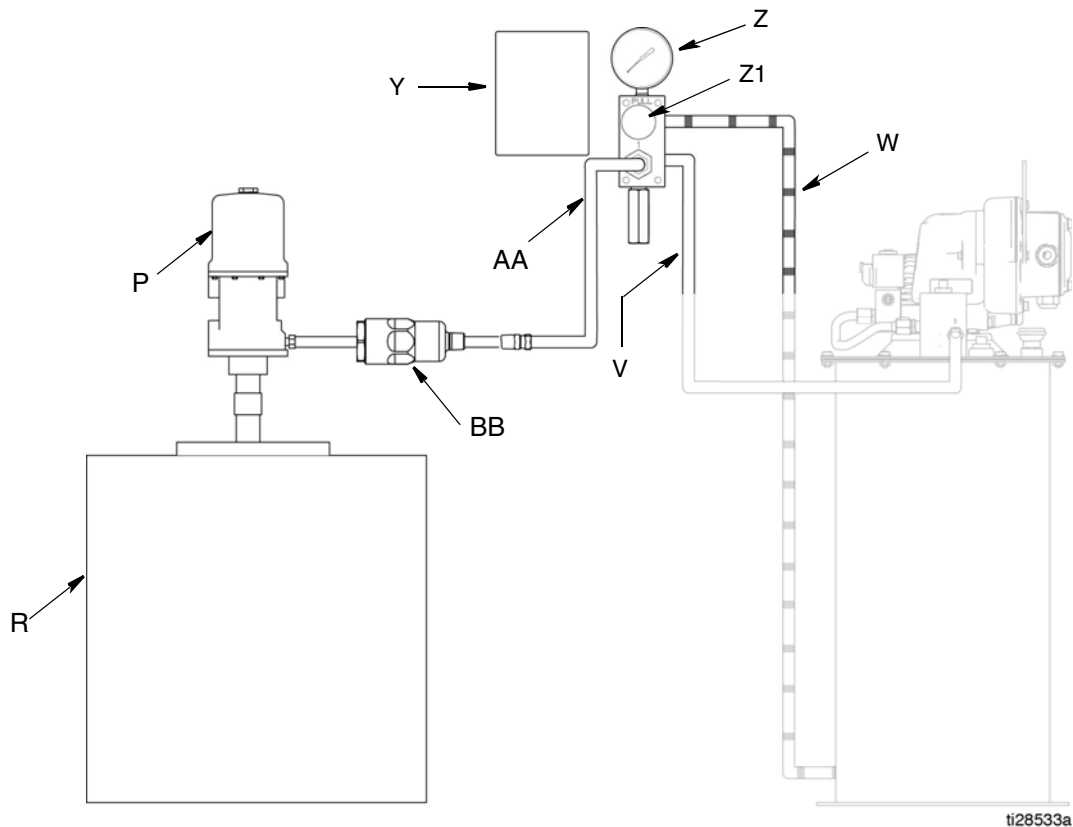

FIG. 2
**NOTA:** I componenti evidenziati in FIG. 2 identificano le esclusive caratteristiche di un impianto con valvola di riempimento. Per un elenco completo di tutti gli altri componenti del sistema, vedere Esempio di installazione a pagina 4.